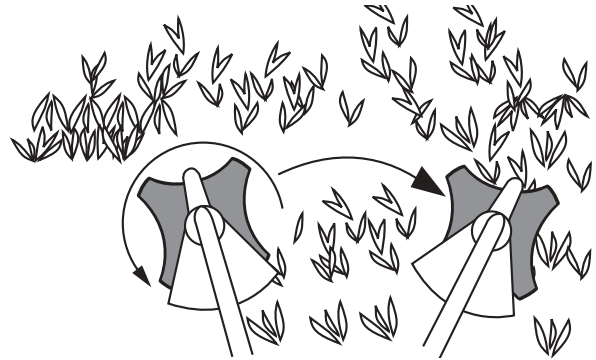

Fig. 13
- Mueva la unidad de su izquierda a derecha hacia el material que va a cortar (Fig. 13).